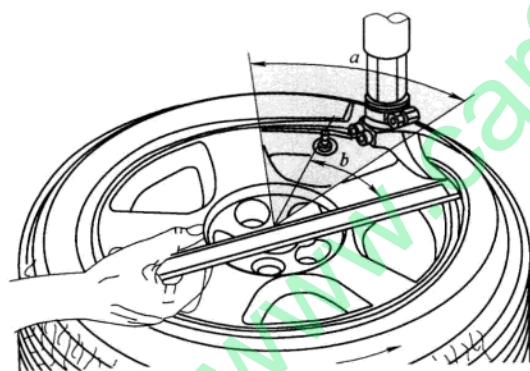

图 5-2-6 轮胎的拆卸示意图
(1) 拆下镀镍气门芯, 排出轮胎空气。
(2) 拆下轮胎。装入压出铲之后, 先将轮胎气门对面一侧的轮胎压出。在阴影区 a 处不要使用压出铲, 如图 5-2-6 所示。
将拉拔头定位在气门附近, 从而可在气门边上以约 30° 角(见图 5-2-6 中 b 处)插入撬杠, 然后首先拔出气门区的轮胎。目测是否有松动或损坏的部件, 发现螺栓联接松动后更换整套气门。